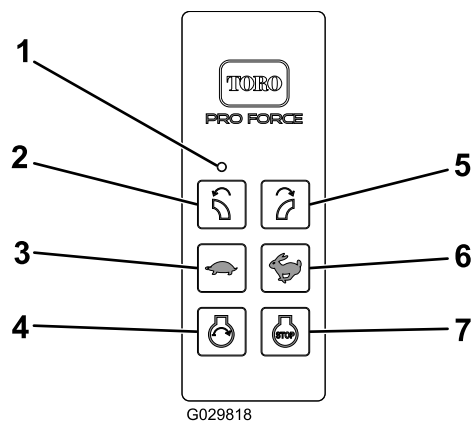

Figura 13
4. Arrancar Motor sólo se energiza pulsando la tecla de Arranque mientras la condición Habilitar Arranque del Motor está activada. La condición Habilitar Arranque del Motor se activa únicamente después de realizar la secuencia Habilitar Arranque del Motor descrita a continuación (Figura 13):